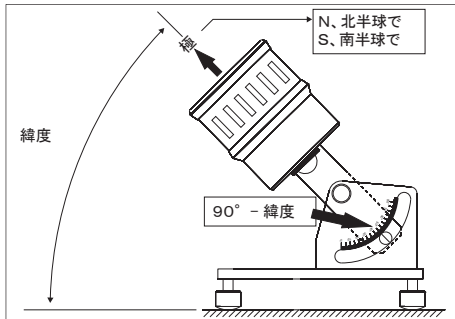
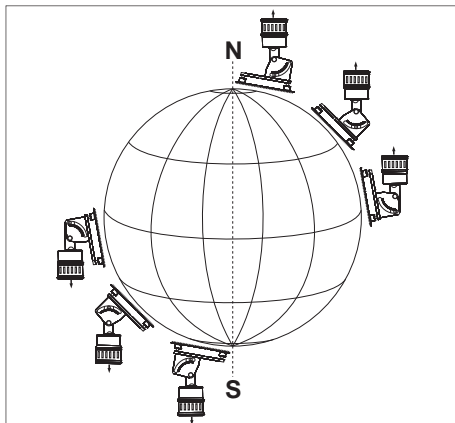

Fig.4: センサの方向決め
Fig.5: センサの方向決め
- 日照時間センサを、印がサポートの目盛の(90° - 緯度)の値に合うよう傾け、センサの頭部(気泡水準器のある部分)を、センサを北半球で使用する場合は北極に、南半球で使用する場合は南極へ向けます(Fig.4, Fig.5)。
- 日照時間センサの軸が地面に対して作る角度は取付け場所の緯度と等しくなります。このようにして、センサの軸は北-南の地軸と並行になります(Fig.5)。